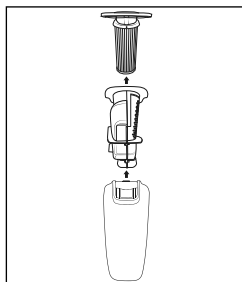

Fig. 14
- ◆ Retire primero el filtro HEPA **20** y después el filtro grueso **19** del depósito de suciedad **10** (consulte la fig. 14). Sacuda ambas piezas sobre un cubo de basura o un contenedor similar. En caso necesario, puede enjuagar el filtro HEPA **20** con agua limpia. Tras esto, deje que se seque completamente al aire.